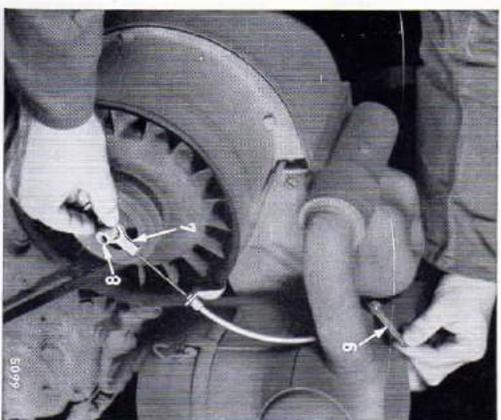

Fig. 9
4. Poussez vers l'avant le levier de décompression (6) — Fig. 9 —; en même temps, enflez l'oillet (7) jusqu'au dernier filet de la vis (8) de la soufflante d'air de refroidissement. Le moteur se trouvant décomprimé, on peut le vrir facilement.